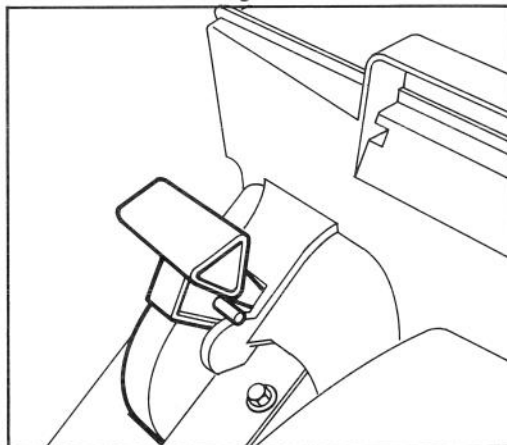

Figure 10
4. Tirez la poignée de la porte de la chute en arrière jusqu'à ce que la goupille verrouille le sac en place (Fig. 10). La porte de la chute du carter de la tondeuse est maintenant ouverte.